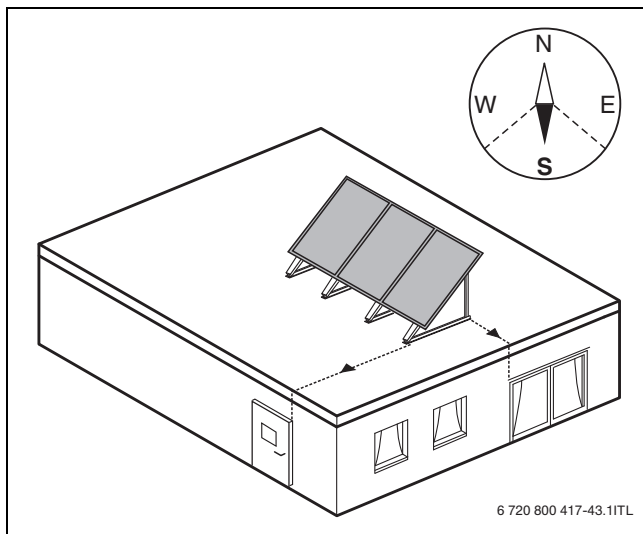

Рис. 9 Установка поля коллекторов
- По возможности направляйте коллекторы на юг (→ рис. 9).
- Размещайте поле коллекторов так, чтобы оно находилось на одной линии с окнами, дверьми и др. (→ рис. 9).